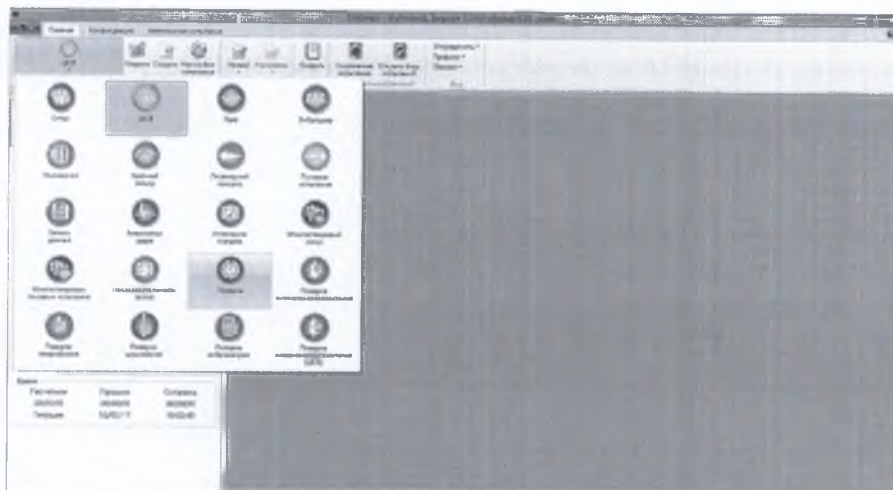

Рисунок 7.3.1
7.3.1.3 Выбрать тип теста «Поверка» (рисунок 7.3.1).